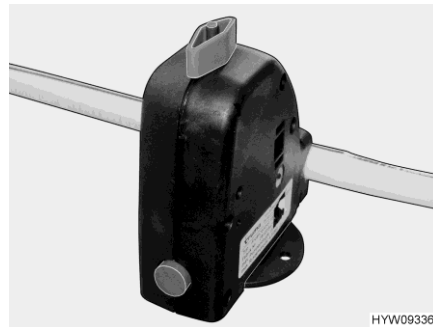

Bild 102 Sicherheits-/Ablassventil
- Sicherheits-/Ablassventil (Bild 102) öffnen. Dazu den Drehknopf (Bild 102) längs zum Sicherheits-/Ablassventil drehen. Einbauort siehe Abschnitt 10.2.2.